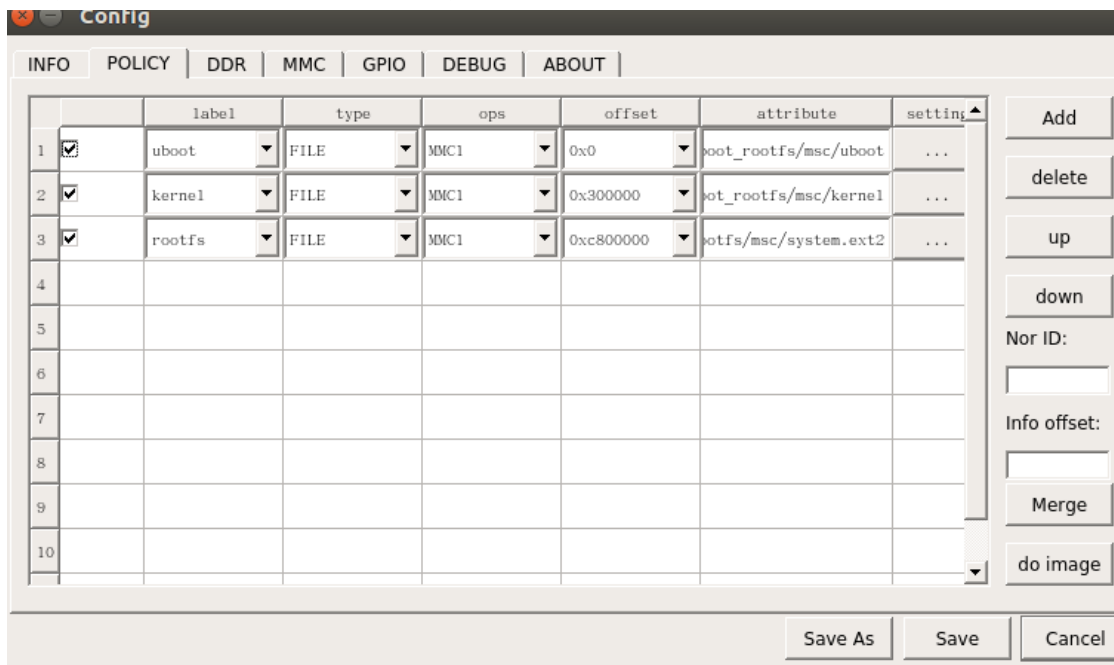

图 3-9
2、配置镜像文件路径，点击 POLICY 进行相应的配置。顺序设置 uboot、kernel 和 rootfs 镜像文件的相应路径（文件名分别是 uboot、kernel、system.ext2），点击其对应的 setting 即可进行文件选择。配置可参考图 3-9。需要注意的是，不同的存储介质使用的文件系统格式是不同的，均需要再编译之前重新进行 lunch 配置再编译。